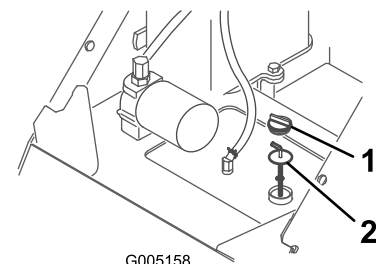

Figure 36
4. Nettoyez la surface autour du goulot de remplissage du réservoir hydraulique (Figure 36).
5. Enlevez le bouchon du goulot de remplissage et vérifiez le niveau de liquide sur la jauge (Figure 36).